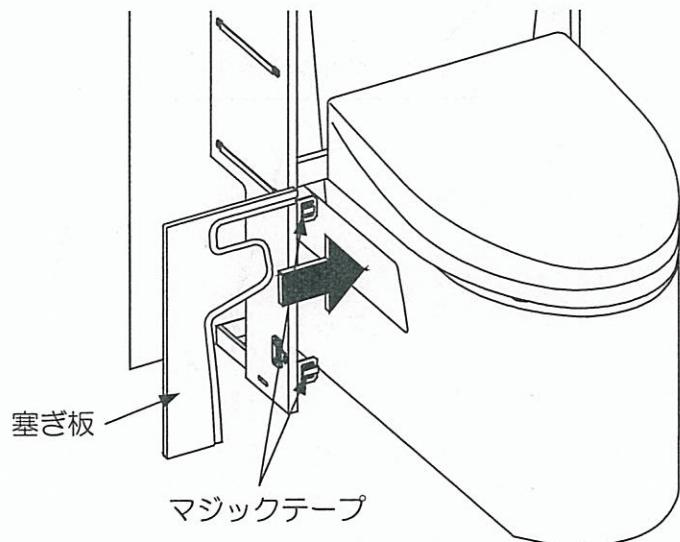

図6-3
(3) キャビネットの金具に組付いているマジックテープの離型フィルムをはがし、塞ぎ板を横から所定位置まで挿入後、マジックテープに押し当ててください。左側の塞ぎ板を取付ける際は、温水洗浄便座の給水ホースや電気配線を便器本体と塞ぎ板との隙間に通してください。(図6-3・4・5)